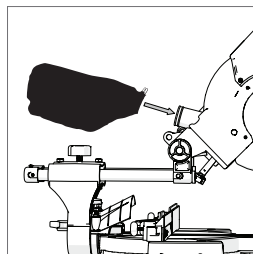

Fig. 41
- Pousser le sac à poussières sur la tubulure d'aspiration, s'assurer ce faisant que le clip à ressort prend sur la tubulure et maintient le sac à poussière en toute sécurité en place. (Fig. 41)